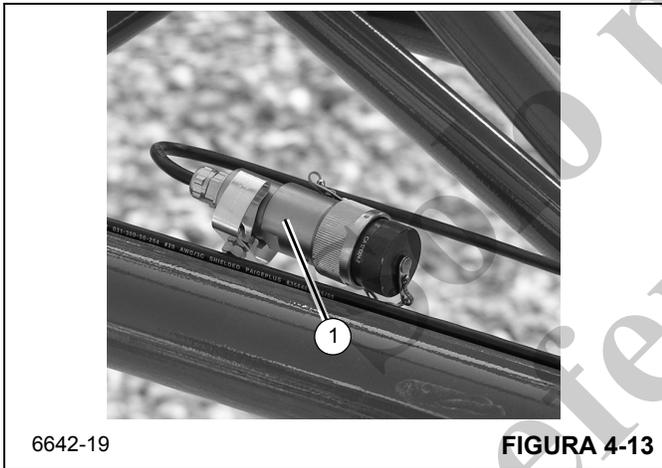

FIGURA 4-13
- c. Dirija el cable a través de la extensión de pluma y almacene el conector (1, Figura 4-13).